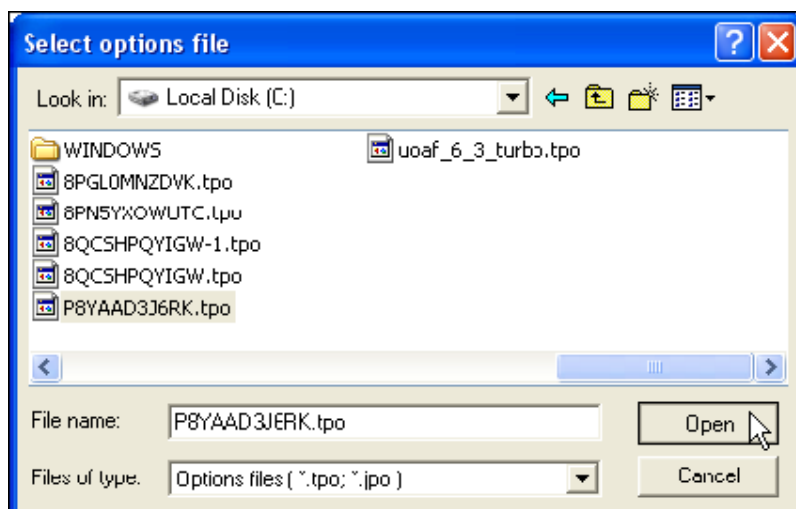

Рисунок 5-16. Загрузка OAF
3. Выберите каталог, где находится новый файл авторизации опций OAF. Эти файлы имеют расширения .jpo или .tpo и уникальны для каждого приемника (см. рис. 5-16).
4. Выберите соответствующий файл и щелкните на кнопке *Open (Открыть)* (см. рис. 5-16). Новая опция приемника загрузится в приемник и таблица в диалоговом окне **Option Manager** обновится.